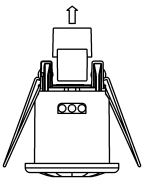

Fig.1
1. Svitare la vite che fissa il supporto coprimorsetti in plastica e rimuoverlo (Fig.1).
1. Unscrew the screw securing the plastic terminal cover support and remove it (Fig. 1).